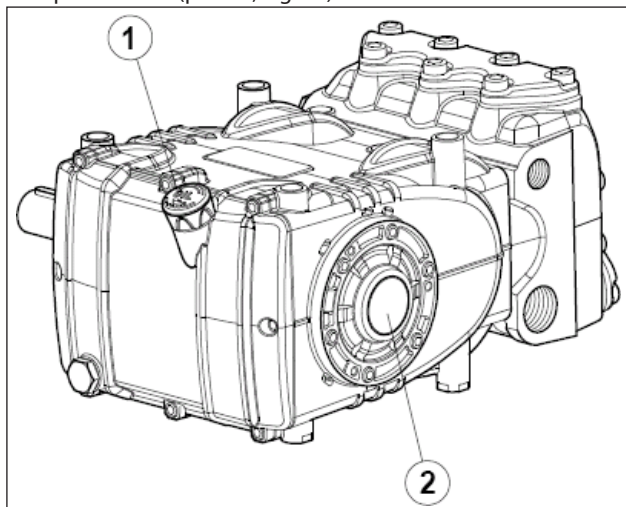

Fig. 14
- L'olio nel carter pompa sia a livello verificandolo con l'apposita asta (pos. ①, Fig. 14) ed eccezionalmente con la spia di livello (pos. ②, Fig. 14).